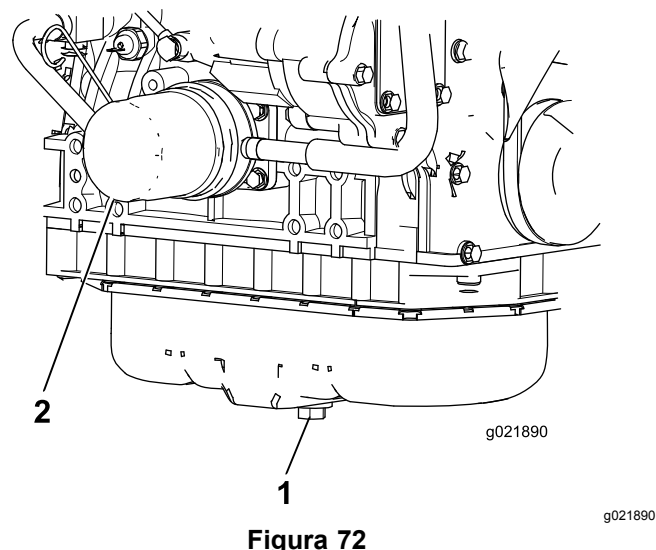

Figura 72
1. Retire o tampão de escoamento (Figura 72) e deixe o óleo escorrer para um recipiente adequado. Quando o óleo for drenado, volte a montar o tampão de escoamento.
2. Retire o filtro do óleo (Figura 72). Aplique uma leve camada de óleo limpo no vedante do filtro novo antes de o montar. **Não aperte demais.**